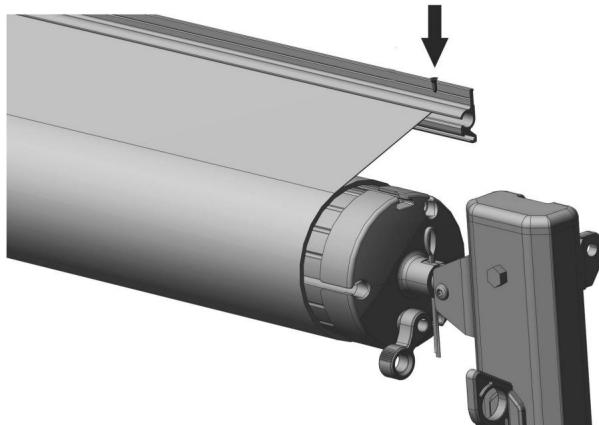

Figuur C17
3.7 Verwijder de veiligheidsspelden aan beide zijden van de eindkappen van de rol (Figuur C17) om de stofrol onder spanning strakker te maken.